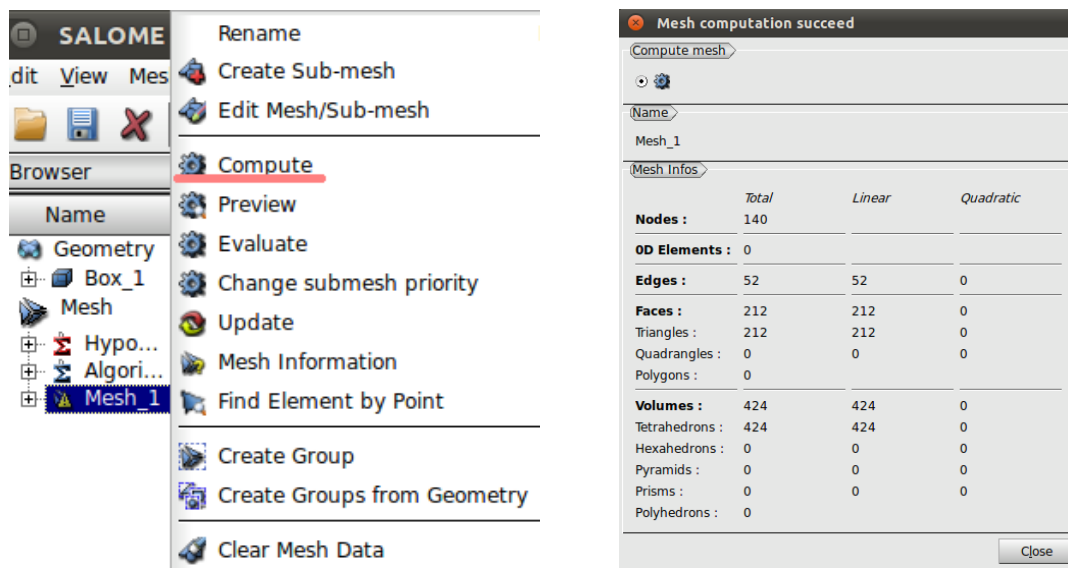

図 15 Compute
④Object Browser 内の Mesh>Mesh_1 を右クリックし、Compute を選択する。(参照図 15 左)メッシュ作成が完了すると、Mesh computation succeed が表示され、メッシュの要素数などが確認できる。(参照：図 15 右)